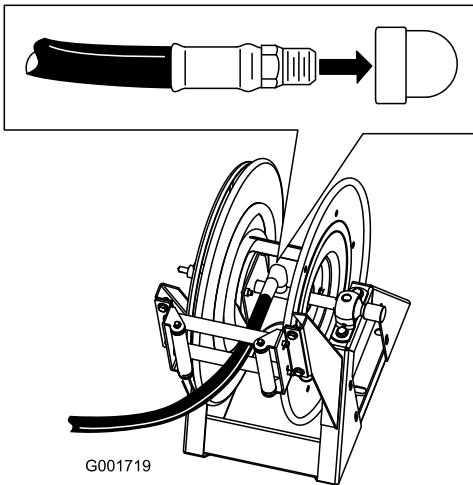

Figure 51
1. Appliquez du produit d'étanchéité au PTFE sur le filetage du raccord du long flexible et insérez le raccord dans le tube de raccordement sur le dévidoir (Figure 51).